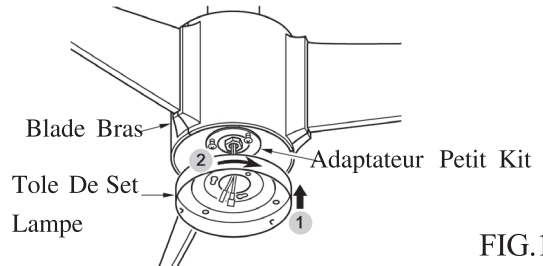

FIG.18
2. Tirez doucement le fil à travers la plaque du kit d'éclairage. Placez la fente au-dessus des vis desserrées. Tournez la plaque du kit d'éclairage dans le sens horaire et serrez les vis retirées et desserrées précédemment.(Voir fig. 18&19)